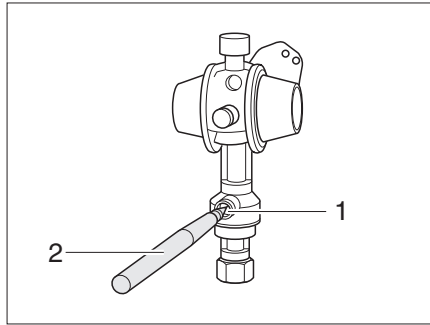

Bild 180 Crash-Sensor
- Mit einem Stift (Bild 180,2) den Entsicherungsknopf (Bild 180,1) mehrere Sekunden eindrücken.